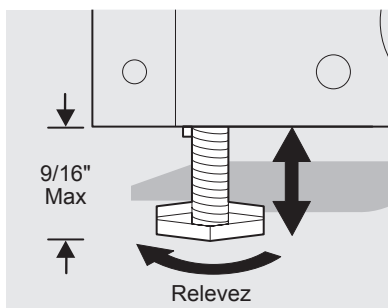

Figure 3
- 3 Utilisez une clé ajustable pour ajuster les vis calantes. Abaissez les vis calantes de chaque côté dans le sens des aiguilles d'une montre jusqu'à ce qu'elles touchent le sol (Figure 3). Ne pas soulever le cabinet plus de $\frac{9}{16}$ pouce.